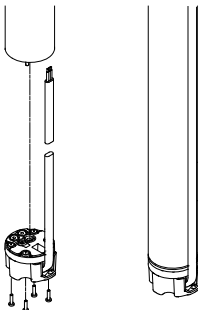

Рис. 8
4. Вставити штекер в роз'єм електродвигуна. Штекер має позиціонує елементи і тому не може бути підключений неправильно, див. рис. 8.
5. Встановіть та затягніть чотири гвинти (1 - 1,5 Нм), див. рис. 8. Якщо кабельний штекер підключений до електродвигуна правильно, між ними не повинно бути проміжку.